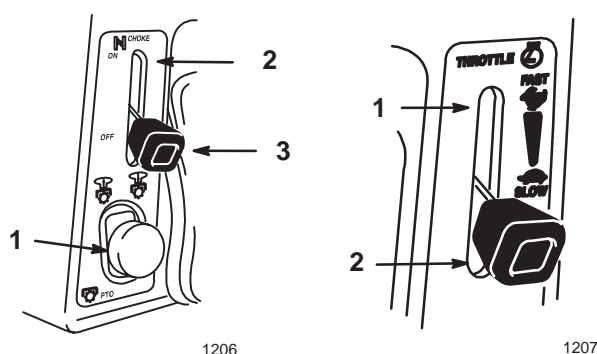

Abbildung 4
3. Das Mähwerk auskuppeln (Abb. 4).
4. Den Choke-Hebel auf "ON" stellen (Abb. 4).